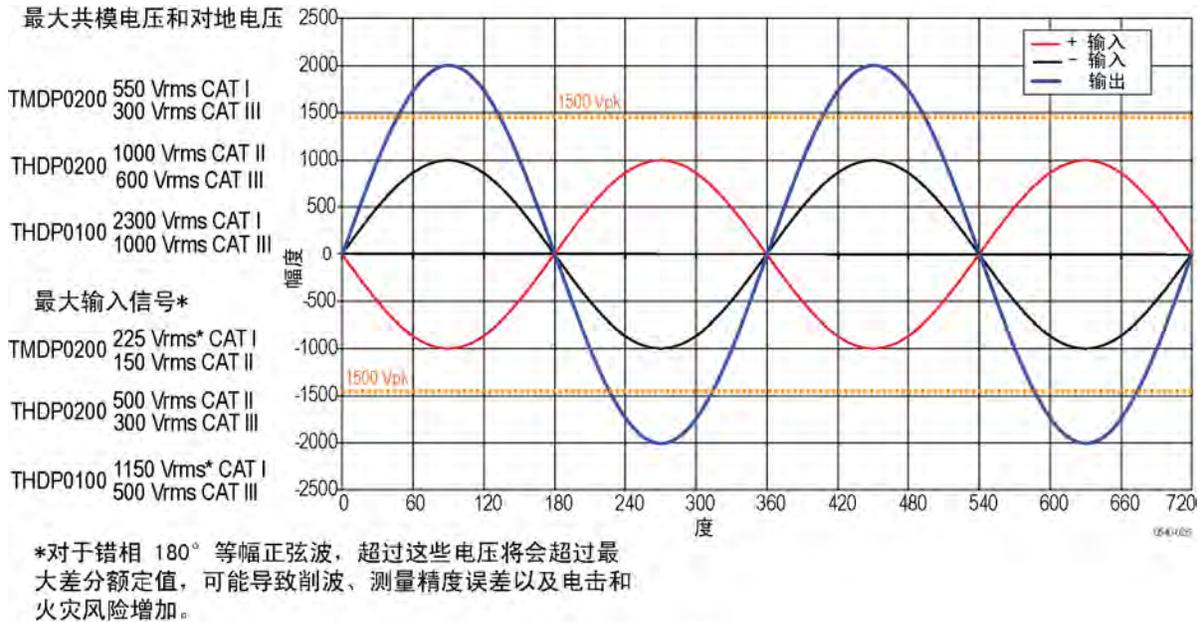

图 3: 测量两个错相  $180^\circ$  的等幅波形
**例 1:** 来看这样的案例：要测量的两个正弦波彼此错相  $180^\circ$ ，幅度均为  $1000\text{ V}_{pk}$ ，无直流偏置（中心定位于  $0\text{ V}$ ）。（见图3）